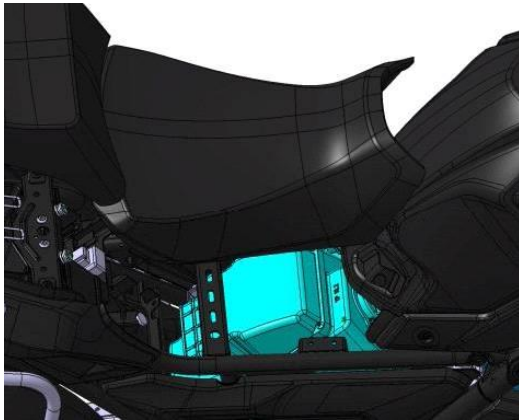

Figura 1
- Retire el asiento principal como muestra la figura 1.
· La comprobación del nivel y el llenado de aceite se realizan en el cárter por el lado izquierdo de la motocicleta, como se muestra en la figura 1.